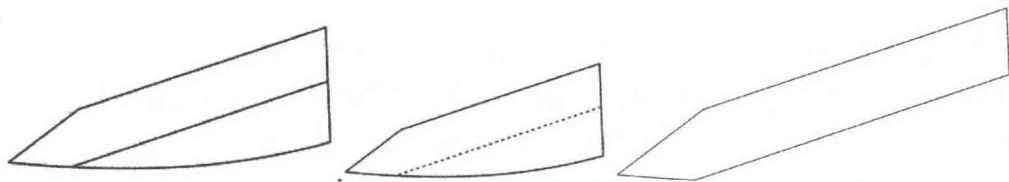

图 7-22 袋贴处理
(21) 选择  【移动】工具，按住【Shift】键，进入【复制】功能。将袋贴和袋口贴复制 (图 7-22)。